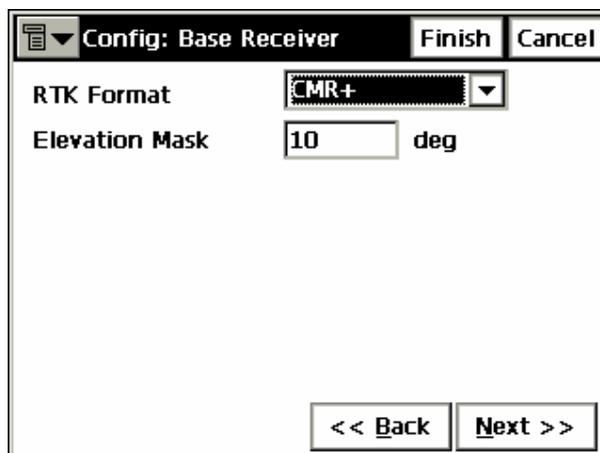

Рисунок 3-8. Экранная форма **Config: Base Receiver (Настройка: Базовый приемник)**, режим RTK
1. Для базового приемника задайте параметры *Elevation Mask (Минимальный угол места)* и *RTK Format (формат поправки RTK)* (см. рис. 3-8), после чего щелкните на кнопке *Next (Следующий)*. Для отключения режима зарядки аккумулятора приемника воспользуйтесь